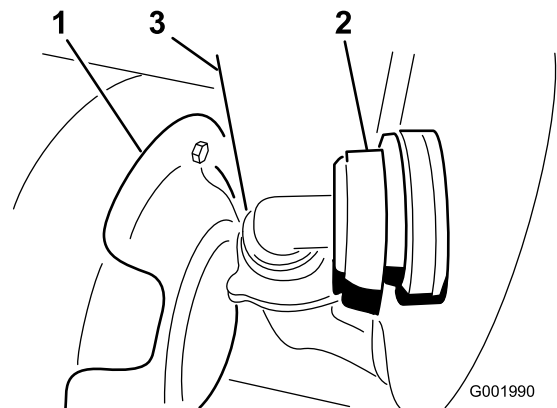

Bild 54
- Schließen Sie den Schlauch im unteren Bereich vorne am Behälter ab (Bild 54).
Hinweis: Sie müssen das Wärmeschutzblech (Bild 54) möglicherweise zurück drücken, um die Abdeckung abzunehmen.
7. Schließen Sie den Schlauch vorne am Tank an (Bild 54).